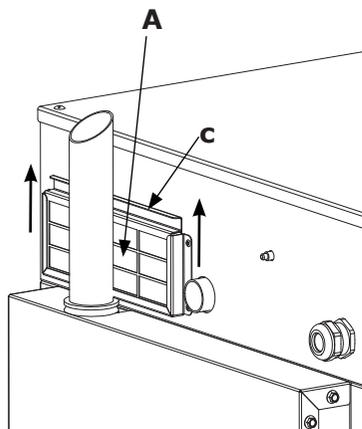

fig. 28
Le filtre se trouve sur la partie postérieure du four (réf. **A** fig. 28).
1. Saisir la languette du filtre (réf. **c** - fig. 28), et la soulever en faisant glisser de son logement vers le haut le filtre.